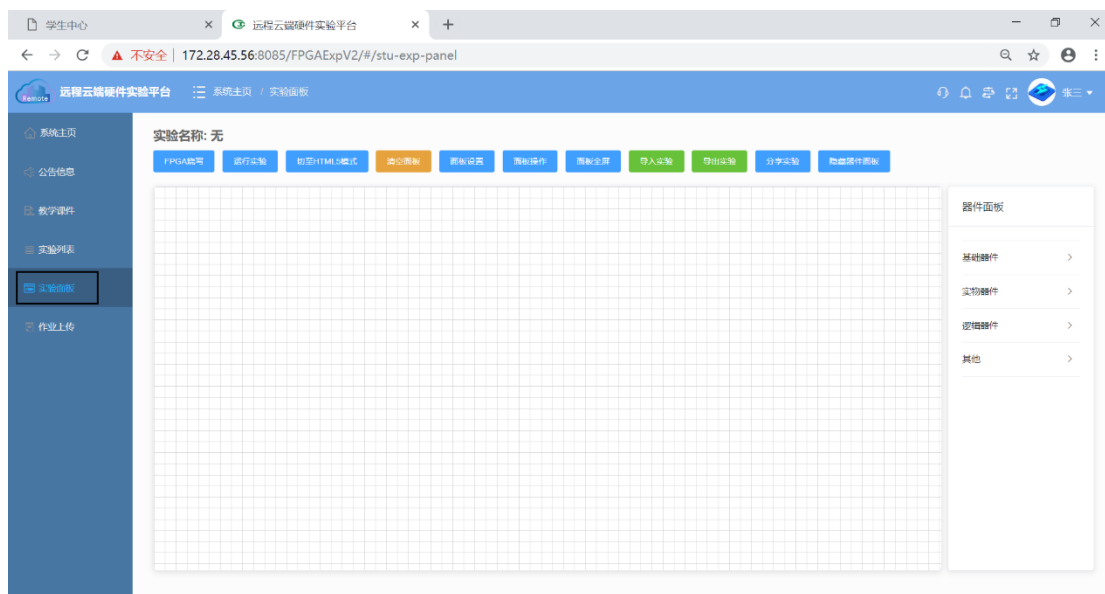

图 1-38 打开实验图纸
(1). 点击左侧导航栏的“实验面板”打开实验图纸，如图 1-38 所示。